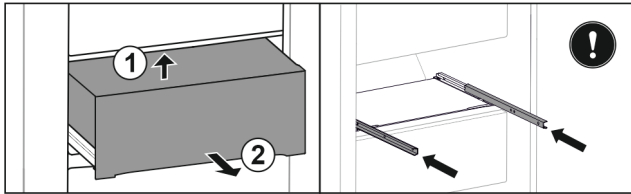

Fig. 107
- ▶ 从后下方抬起抽屉。 Fig. 107 (1)
- ▶ 朝前取出抽屉。 Fig. 107 (2)